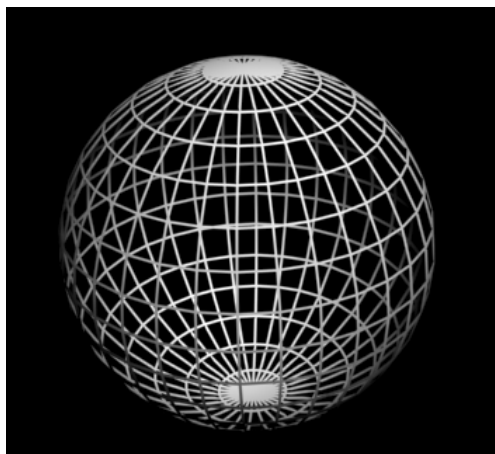

Fig.9.14
- **2 faces** : transforme le matériau en un matériau à 2 faces. Applique le matériau aux deux côtés des faces sélectionnées. En combinant Fil de fer et 2 faces vous pouvez créer un objet sous la forme d'un grillage transparent (fig.9.14).